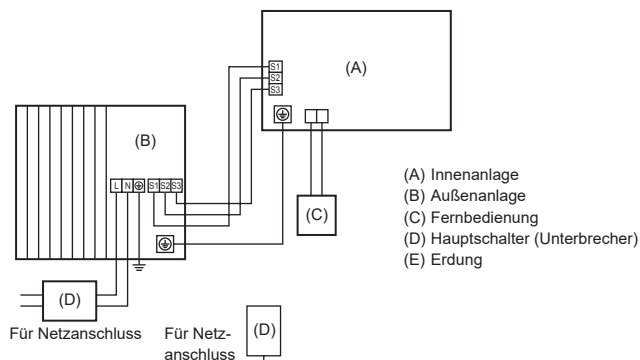
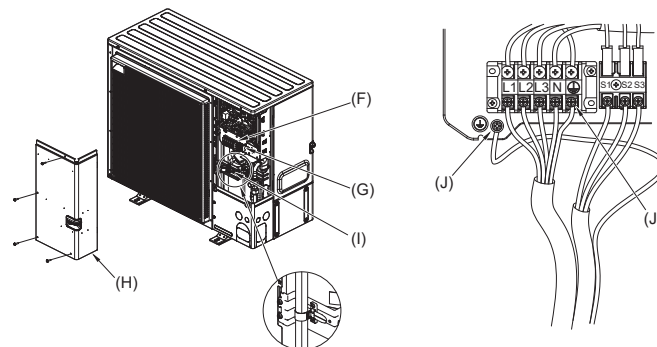

Abb. 6-1
Abb. 6-2
6.1. Außenanlage (Abb. 6-1, Abb. 6-2)
- (1) Die Bedienungsplatte abnehmen.
- (2) Die Kabel gemäß der Abb. 6-1 und der Abb. 6-2 verdrehen.